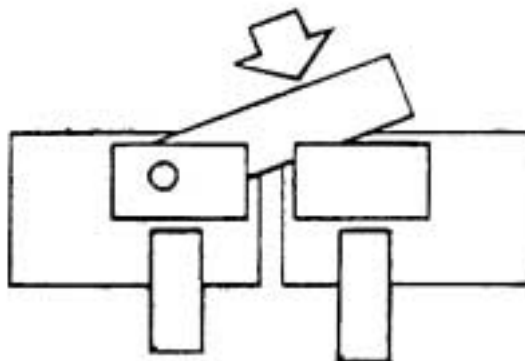

FIG. 49 Unión de los pedales de freno *.
- Colocar el cerrojo de bloqueo de los pedales del freno del tractor cuando se circula a velocidades relativamente elevadas FIG. 49, permite frenar de forma igual y constante sobre las ruedas motrices. Tal procedimiento es obligatorio para circular por carretera. De hecho al frenar solamente una rueda se hace girar la otra más deprisa debido al diferencial; esto obliga al tractor a girar con un radio relativamente pequeño, produciendo además una fuerza centrífuga importante, y puede provocar el desequilibrio brusco del tractor. FIG. 50